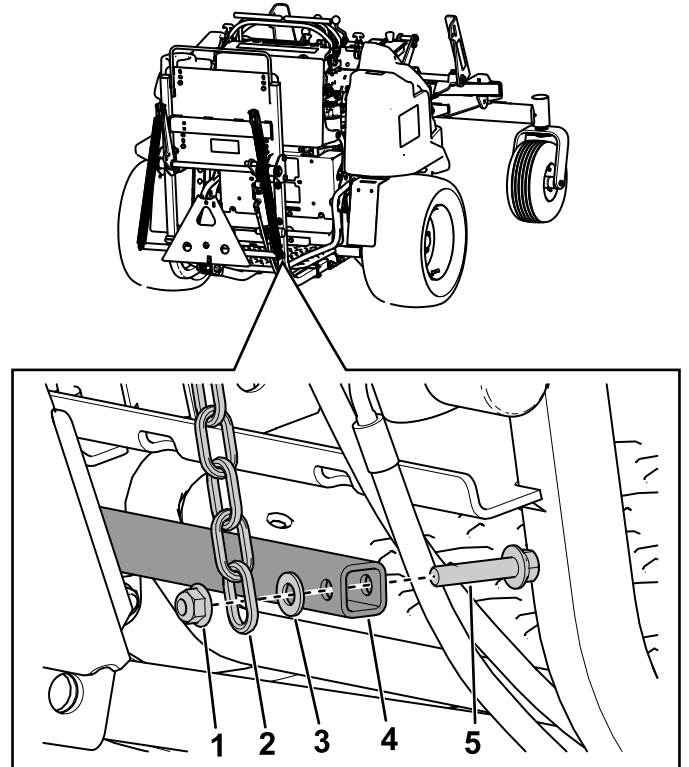

Figure 10
2. Fixez le bas des longues chaînes de levage arrière sur le tube d'accrochage au bas du cadre de levage à l'aide des boulons à embase ( $\frac{3}{8} \times 1\frac{3}{4}$  po), des rondelles (2/5 po) et des contre-écrous à embase ( $\frac{3}{8}$  po), comme montré à la Figure 10.